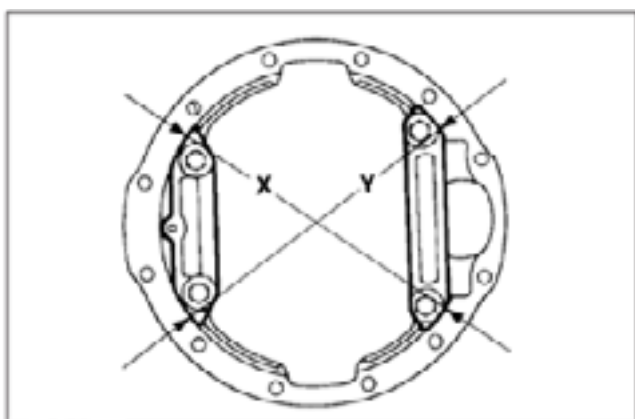
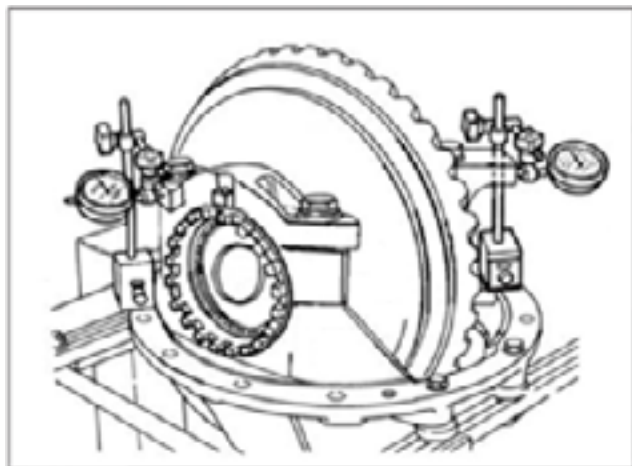
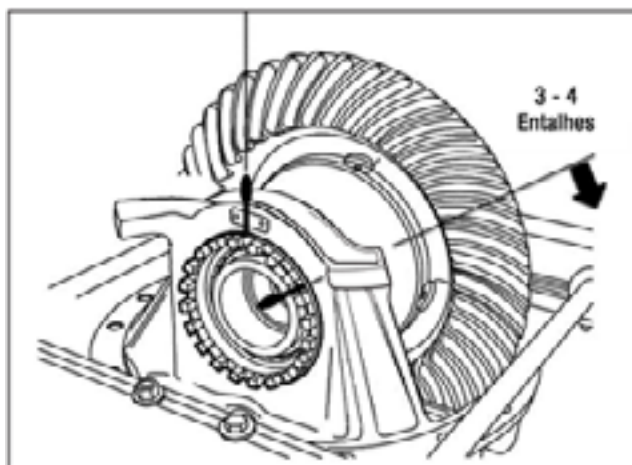

Fig. 2.52
Fig. 2.53
Fig. 2.54
3. Monte dois relógios comparadores conforme o esquema abaixo, (fig 2.52) em X ou Y contra os mancais e ajuste os mesmos para posição ZERO Fig. 2.53 e faça uma marcação, na parte superior do anel (em um dos dentes) e na capa do mancal.
4. Ao iniciar novamente o aperto do anel, os relógios comparadores começarão a se mover iniciando uma expansão dos mancais e o processo de pré-carga (saindo do "Zero"). (Fig. 2.53). Continue apertando o anel de ajuste de 3 a 4 entalhes (no máximo) a partir da marca na capa do mancal. Fig. 2.54, até que a somatória do valor indicado pelos relógios comparadores esteja entre 0,15 a 0,33 mm.